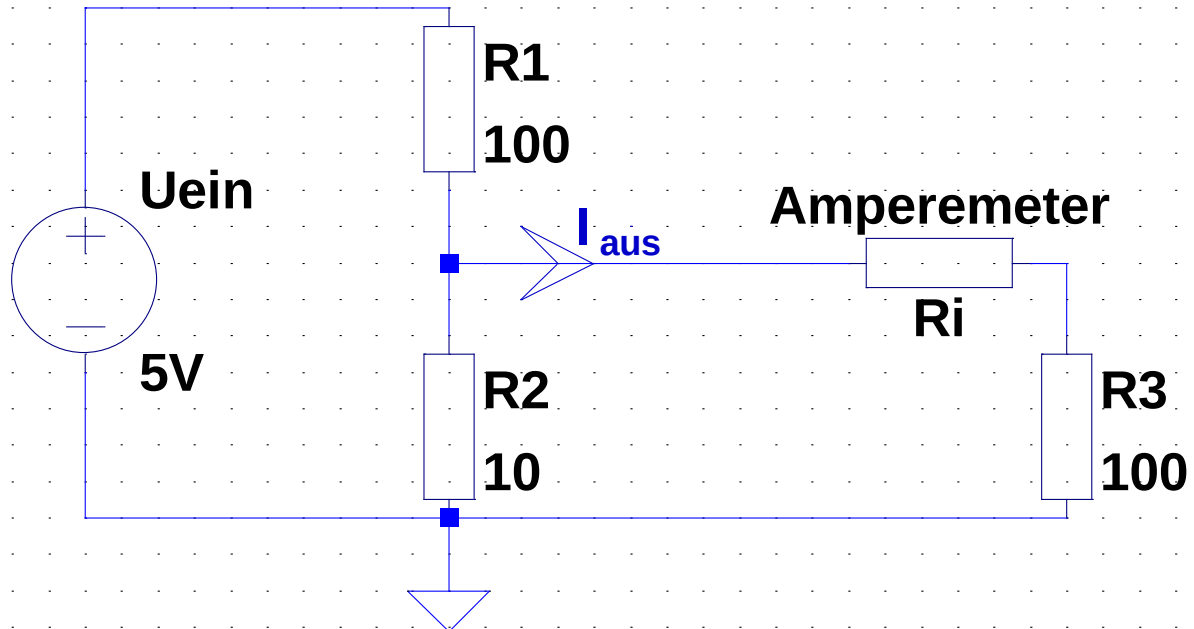

Abbildung 7 Messschaltung Innenwiderstand
- Bauen Sie die Schaltung aus Abbildung 7 auf. ACHTUNG: R_i symbolisiert in dieser Schaltung bereits das Multimeter (R_i = Innenwiderstand des Multimeters)